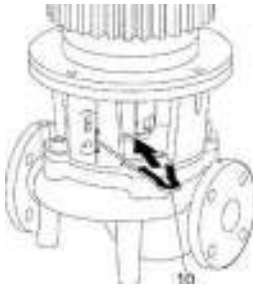

Fig. 18: Montagegaffel för inställning
Vid alla monteringsarbeten (pumptyp design A/B) måste montagegaffeln (Fig. 18, pos. 10) användas för att ställa in en korrekt pump-hjulsposition i pumphuset!